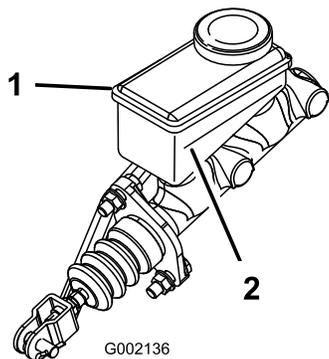

**Рисунок 54**
2. Поднимите капот, чтобы получить доступ к главному тормозному цилиндру и бачку (Рисунок 54).
- А. Очистите область вокруг крышки бачка и снимите крышку (Рисунок 54).
- С. Установите на место крышку бака (Рисунок 54).